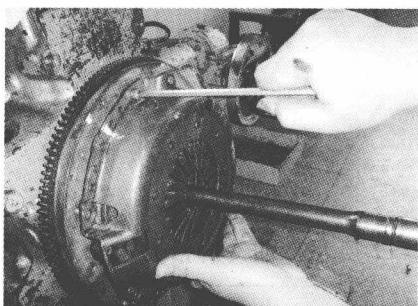

图 1-7 安装固定螺栓
7) 安装固定螺栓，但不要拧紧，然后将离合器对中工具插入离合器盘花键毂和导向轴承，使离合器盘和飞轮对中，如图 1-7 所示。